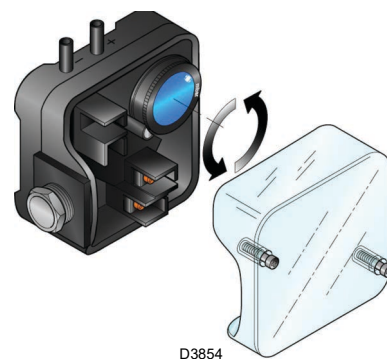

Fig. 27
- Regolare il pressostato aria (Fig. 27, pag. 29) a inizio scala.
- regolare il pressostato aria (Fig. 27, pag. 29), posto sulla cassa d'aria del bruciatore, a inizio scala.
Eseguire la regolazione del pressostato aria dopo aver effettuato tutte le altre regolazioni del bruciatore con il pressostato aria regolato a inizio scala (Fig. 27).